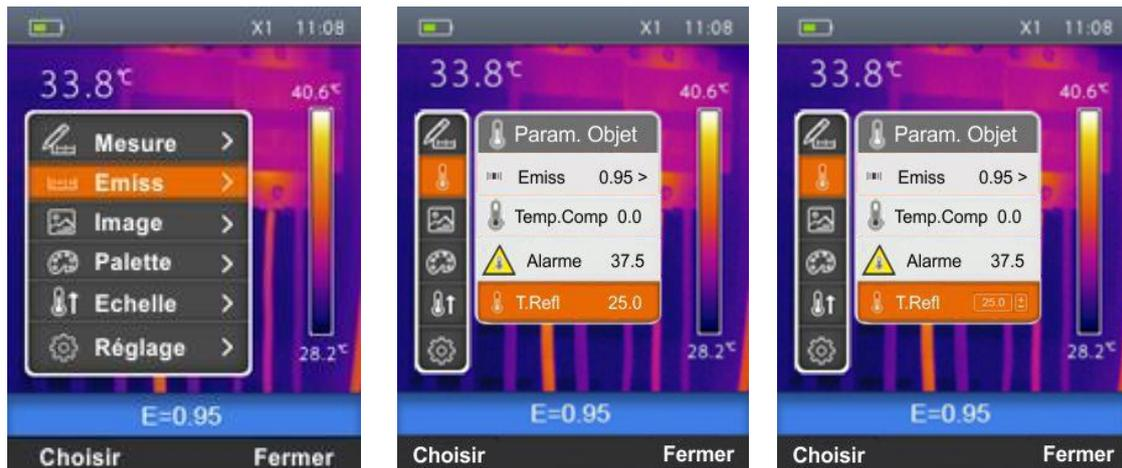

Fig. 21 : Réglage Température réfléchi sur l'instrument
1. Sélectionner « T.Réfl » à l'aide des touches  $\oplus$  ou  $\ominus$  et appuyer sur la touche « Choisir ». La page-écran de Fig. 21 – Partie centrale est affichée.